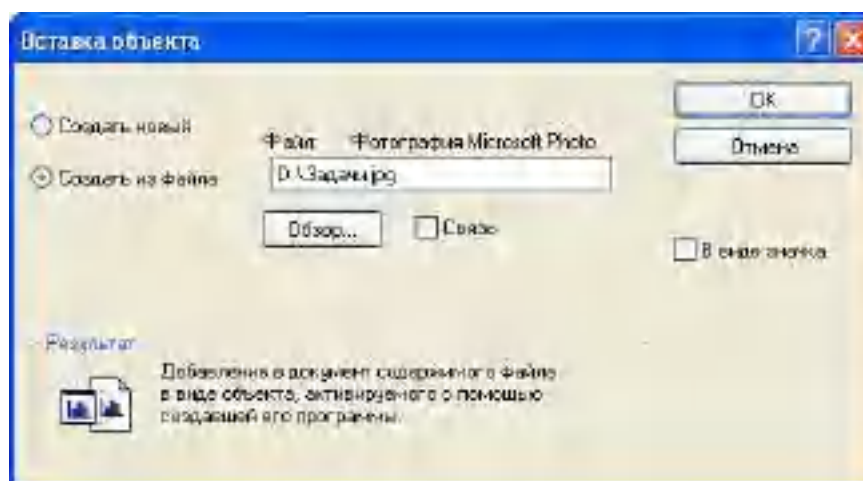

Рис. 2. Вставка связанного объекта
8. Для вставки связанного рисунка в документ WordPad выберите в меню Вставка команду Объект. В окне *Вставка объекта* включите параметр Создать из файла, щелкнув кнопку Обзор, выберите связываемый файл, установите флажок Связь, как показано на рис. 2, и щелкните кнопку ОК. После этого связанный объект - графический файл будет отображаться в документе WordPad.